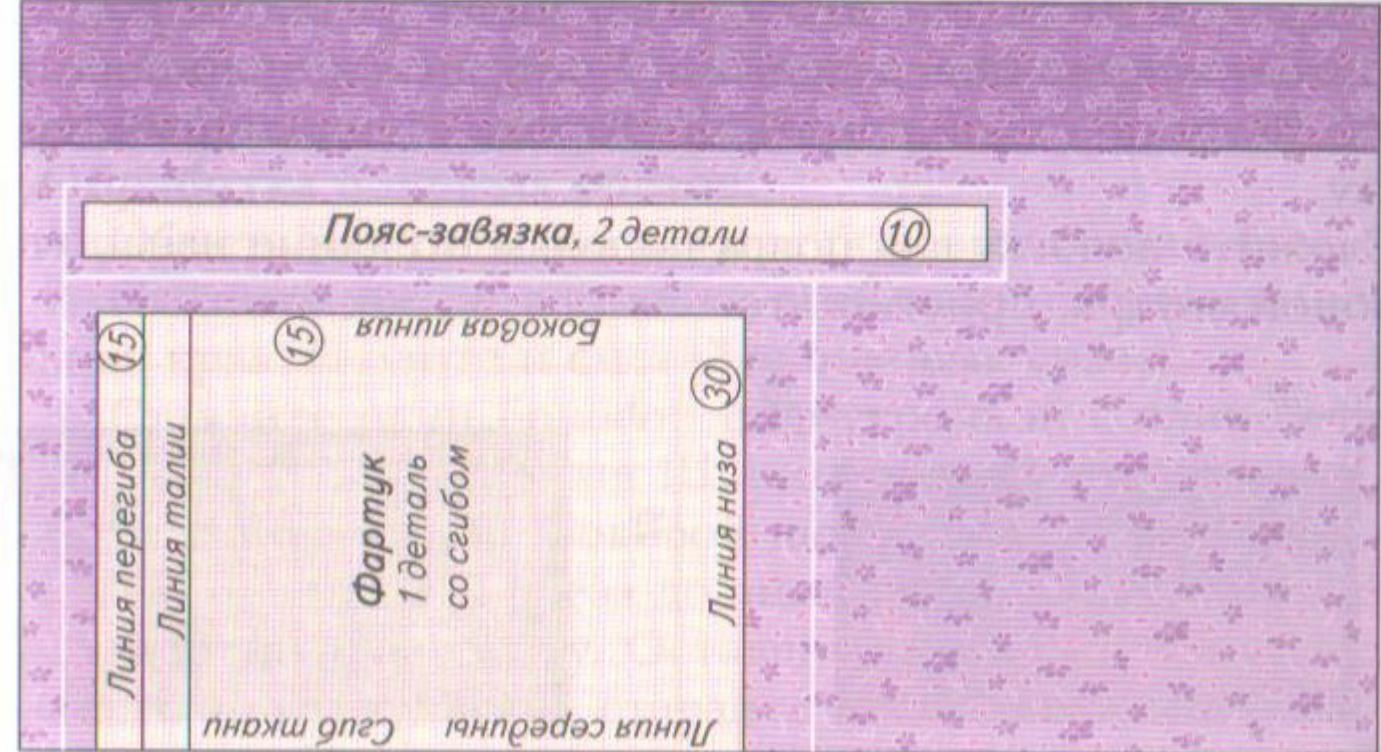

Рис. 109 Раскладка выкроек фартука на ткани
**Раскрой.** Выкроите детали фартука и мягкого пояса с припусками на швы 30 мм по линии низа, 15 мм по линиям бока и верха, 10 мм по всем срезам пояса-завязки (рис. 109).